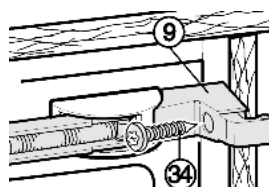

Fig. 32
- ▶ Fixer l'appareil par le haut: Bien pousser l'appareil au fond du meuble et le visser Fig. 32 (34) avec la charnière Fig. 32 (9) à l'aide d'une vis à panneaux de particules.